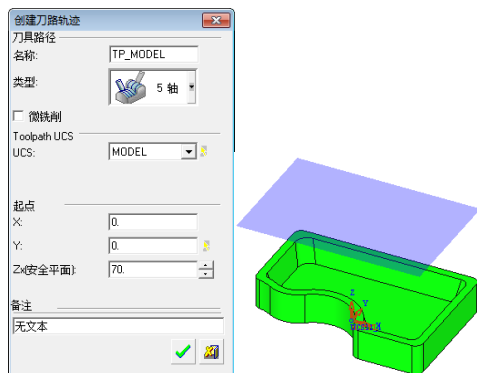

图 2-332 “创建刀路轨迹”对话框
4) 创建刀路轨迹。单击“加工向导”工具栏上的“刀路轨迹”按钮, 弹出“创建刀路轨迹”对话框，设置刀具路径类型为“5 轴”，安全平面 Z 为“70”，如图 2-332 所示。单击确定按钮, 完成刀路轨迹的创建。